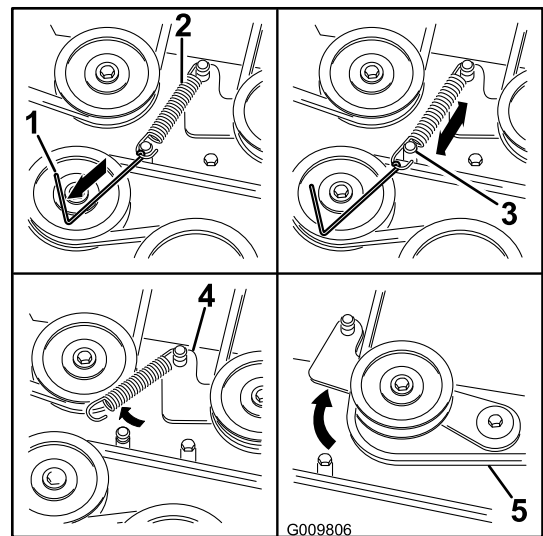

Figure 69
6. À l'aide d'un outil de dépose de ressort (réf. Toro 92-5771), décrochez le ressort de l'ergot sur le plateau pour éliminer la tension sur la poulie de tension (Figure 69).
9. Acheminez la courroie neuve autour des poulies du plateau de coupe et de la poulie d'embrayage, sous le moteur (Figure 69).
10. À l'aide d'un outil de dépose de ressort (réf. Toro 92-5771), accrochez le ressort à l'ergot sur le plateau pour tendre la poulie de tension et la courroie de plateau de coupe (Figure 69).